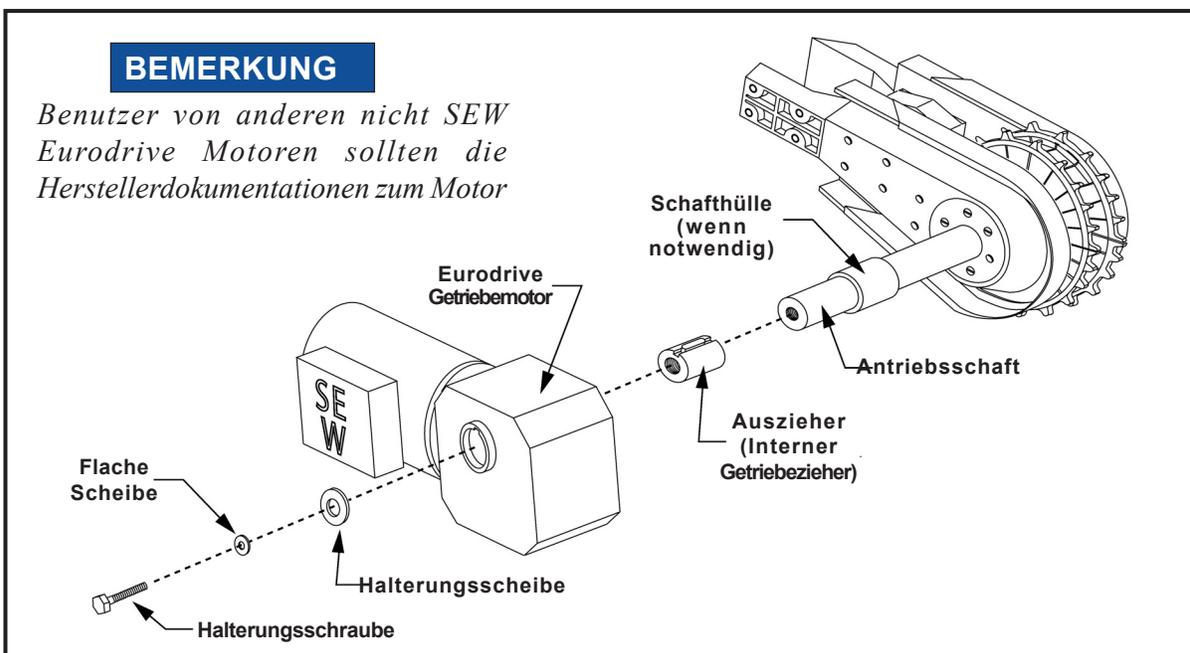

Abbildung 34: Montage des SEW Eurodrive Getriebemotors
- Montieren Sie die Komponenten folgenderweise; siehe die auseinandergezogene Ansicht *Abbildung 34*.